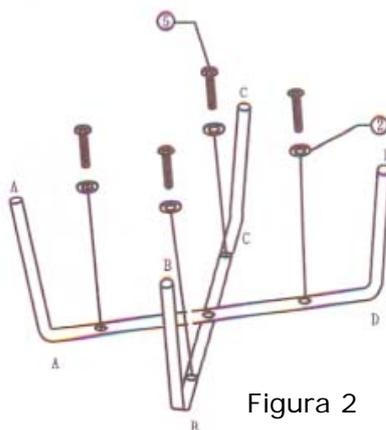

Figura 2
- ☞ inserite le 4 viti più lunghe comprensive di rondelle (fornite in confezione), nei fori delle gambe, facendoli coincidere con le filettature sul fondo del sedile e serrarle completamente con il cacciavite (Figura 2). Per il modello **BA2**, dotato di schienale, inserite le 4 viti più lunghe comprensive di rondelle (fornite in confezione), nei fori del lato corto dei tubi dello schienale (strutture ad "L") prima di inserirle nei fori delle gambe, facendoli coincidere con le filettature sul fondo del sedile, e serrarle completamente con il cacciavite;